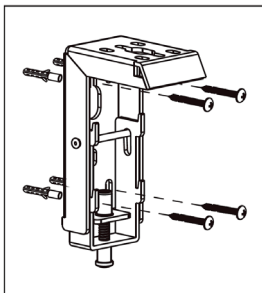

Abbildung 4
- 2. Montage an Tragwerken aus Beton:** Zeichnen Sie die Lochpunkte mit den Winkeln an Ihrer Wand ab und bohren Löcher passend zu den beiliegenden Dübeln. Die Dübel müssen dabei stramm in die Löcher einzuführen sein. Gehen die Dübel locker in die Löcher, sind die Löcher zu groß gebohrt und es müssen entsprechend größere Dübel und Schrauben eingesetzt oder neue Löcher gebohrt werden. Setzen Sie die Dübel komplett in die Löcher ein und schrauben die Winkel mit den beiliegenden Schrauben fest, wie in Abb. 4 und 5 dargestellt.